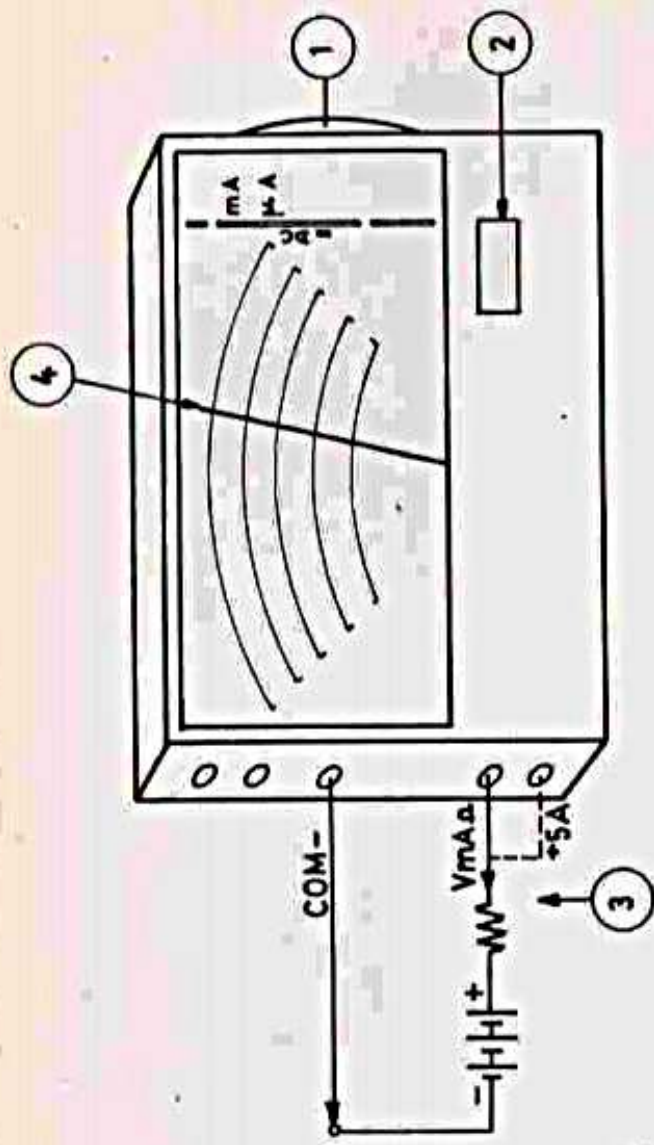

Fig. 4
- Agir sur le sélecteur latéral (1) pour afficher le calibre désiré dans la fenêtre (2).
- Respecter la polarité indiquée sur la figure 4 en branchant les cordons de mesure (3) :
- Lire la valeur mesurée (4) selon les instructions de mesure sont rappelées sur le cadran,
- Lire la valeur mesurée (4) selon les instructions de mesure d'autre part sur la source d'intensité continue.
- Effectuer le branchement entre les douilles COM — et + 5 A comme indiqué en pointillé fig. 4.